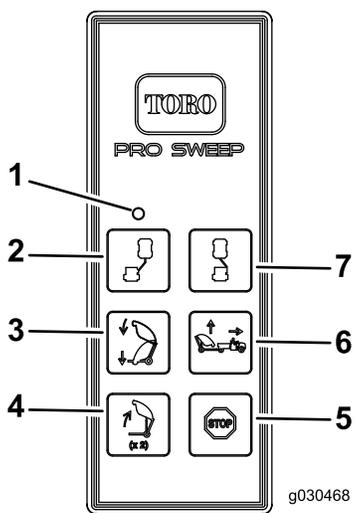

Figura 28
2. Pressione o botão de descarga da tremonha durante 1 segundo, liberte o botão durante 1 segundo e pressione novamente o botão de descarga da tremonha (Figura 28).